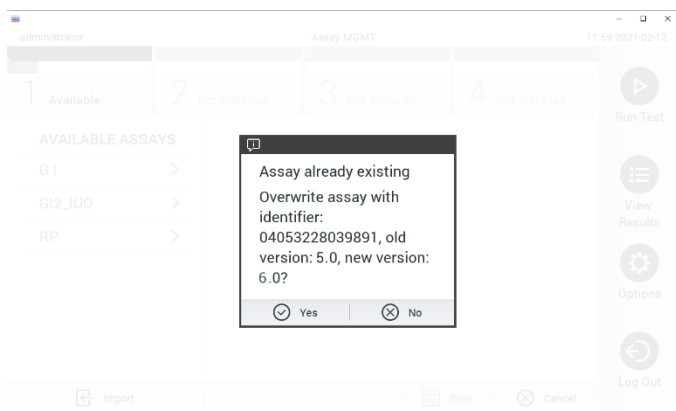

Figura 56. Caixa de diálogo que aparece ao atualizar a versão de ADF
6. Uma caixa de diálogo pode aparecer para substituir a versão atual por uma nova. Pressione Yes (sim) para substituir (Figura 56).